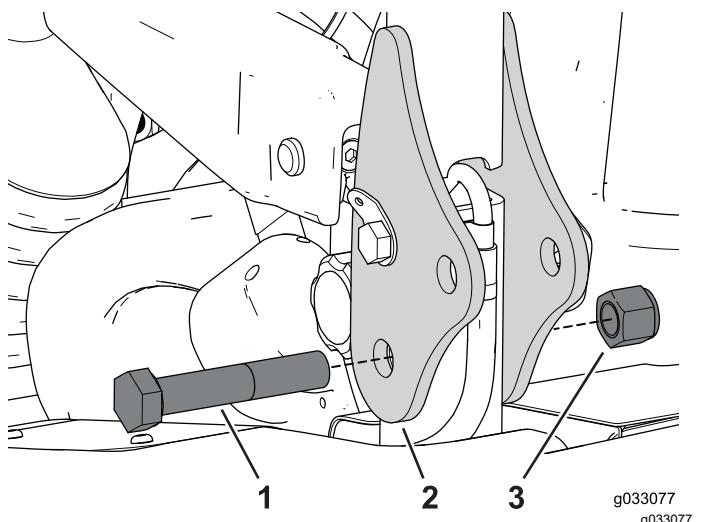

図 11
- ROPSについている引き手を取り外して、ボルト $\frac{3}{4} \times 4"$ とロックナットに交換する図 11。